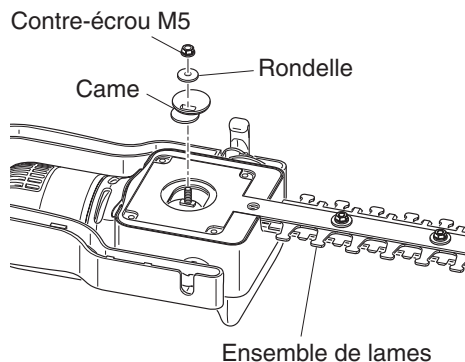

Figure 19 - Retrait de la came
3. Enlevez le contre-écrou M5 et la rondelle de la came (voir la Figure 19).
4. Alignez la came et l'ensemble de la lame, puis retirez la came (voir la Figure 19).
8. Réglez l'ensemble de la lame de sorte que la came s'insère correctement sur les lobes de forme ovale de l'ensemble (voir la Figure 19). **IMPORTANT :** La partie au diamètre supérieur de la came doit être sur le dessus, à l'opposé de l'entraînement. La partie au diamètre inférieur de la came doit être située en-dessous, reposant directement sur la bride de la came.